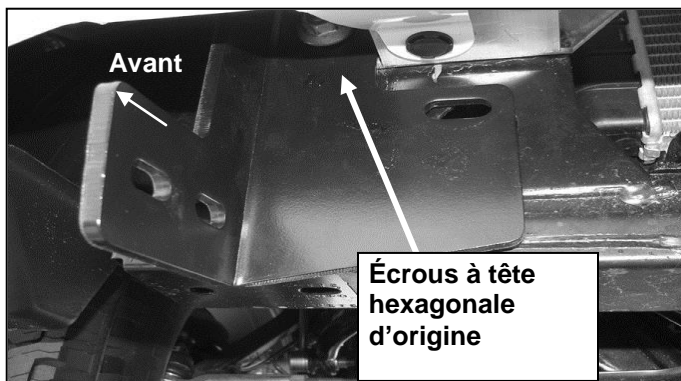

Fig 2
2. Select the passenger side frame mounting bracket. Slide the Bracket over the (2) threaded studs. Secure the Bracket to the studs with the factory hex nuts, (**Figures 2 & 6**). Leave hardware loose at this time.
2. Sélectionner le support de fixation de châssis côté passager. Enfiler le support sur les (2) goujons filetés. Fixer le support sur les goujons en utilisant les écrous à tête hexagonale d'origine (**Figures 2 et 6**). Ne pas serrer complètement pour l'instant.